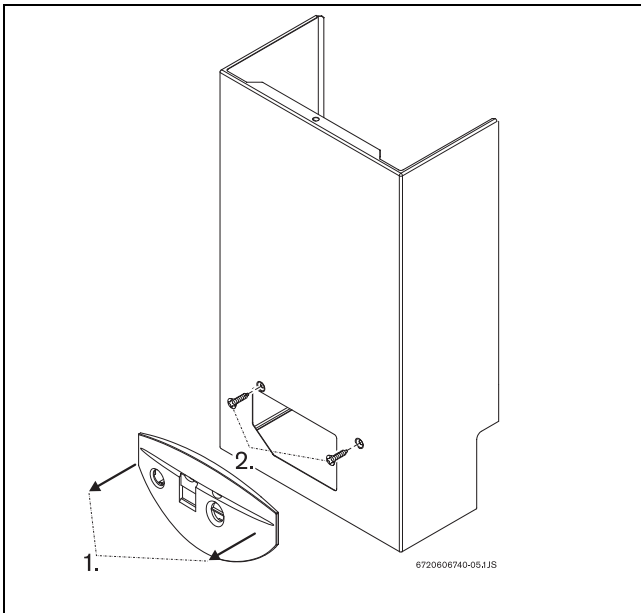

Fig. 15 Smontaggio mantellatura
- ▶ Distaccare il pannellino frontale tirandolo verso l'esterno (→Fig. 15, pos. 1).
- ▶ Svitare le due viti (→Fig. 15, pos. 2).